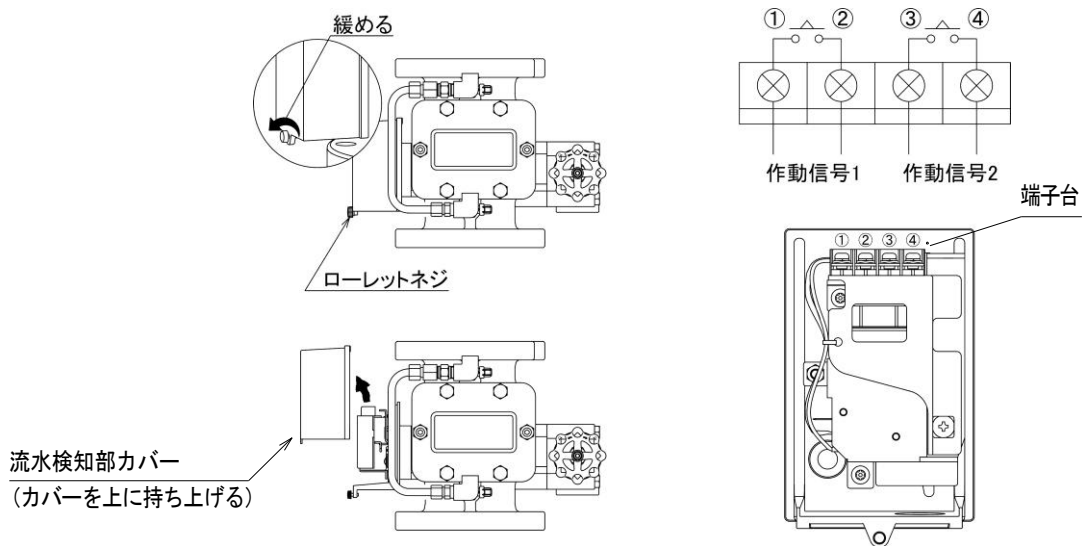

図 8
(3) 付属品の取付（流水検知装置を据付後に実施）
- ①圧力計を取り付けてください。（ねじ部にはシールテープを使用し、ペースト状のシール材は使用しないでください）
- ②「常時開」プレートを一次側制御弁に、「常時閉」プレートを排水弁（V1）に取り付けてください。
(4) 結線（図 8 参照）
- ①流水検知部のローレットネジ（1 本）を流水検知部カバーが外せるようになるまで緩めてください。
- ②流水検知部カバーを上を持ち上げて外してください。
- ③図 8 に示すように端子番号「①－②」または「③－④」のどちらかに結線してください。